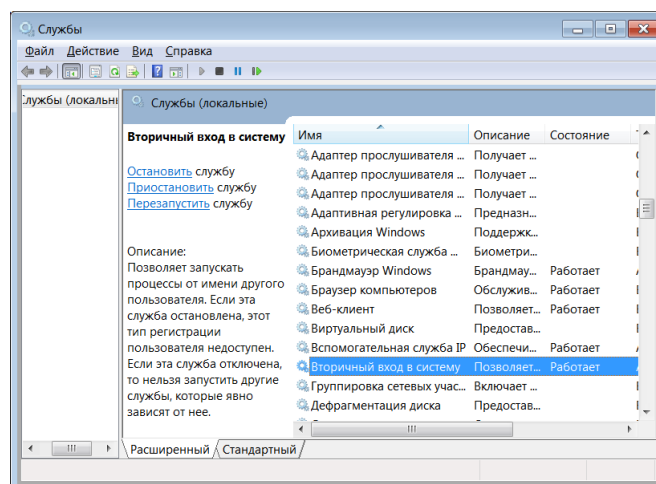

Рис. 3.1. Окно *Службы*
- 1.2. Найдите строку службы *Вторичный вход в систему* (Рис. 3.1). Щелкните по ней правой кнопкой мыши и в контекстном меню выберите пункт *Свойства*.